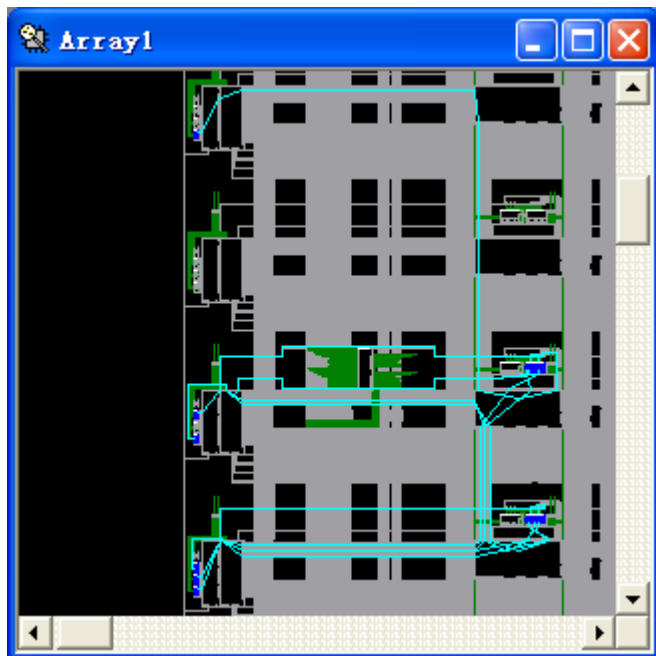

图 10-2-8 自动布局布线结果
6、 我们先试一下自动布线，点击 Tools->Route->Auto Route All，这时候，可以看到自动布线后的结果如图 10-2-8 所示；